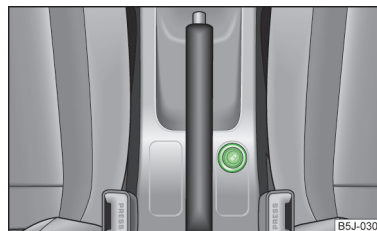

Fig. 64
- Premere il pulsante dell'accendisigari » fig. 64.
Nella console centrale anteriore » fig. 64 a pagina 69.